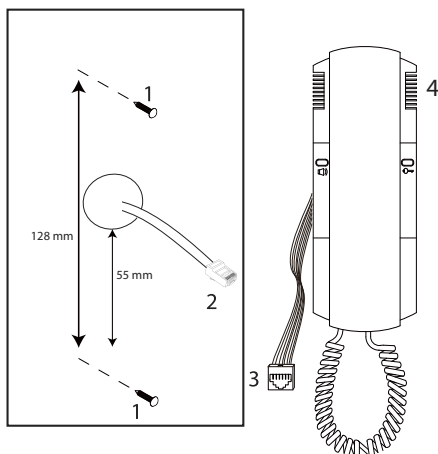

Fig 7
b. Installation du combiné (fig 7)